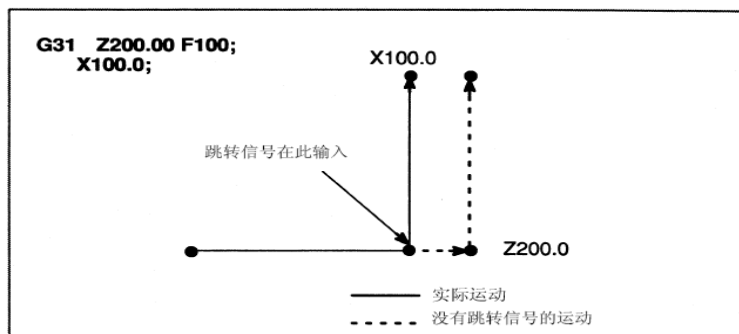

图3-52
- 2) G31的下一个程序段是1个轴的绝对坐标编程, 如图3-52所示。